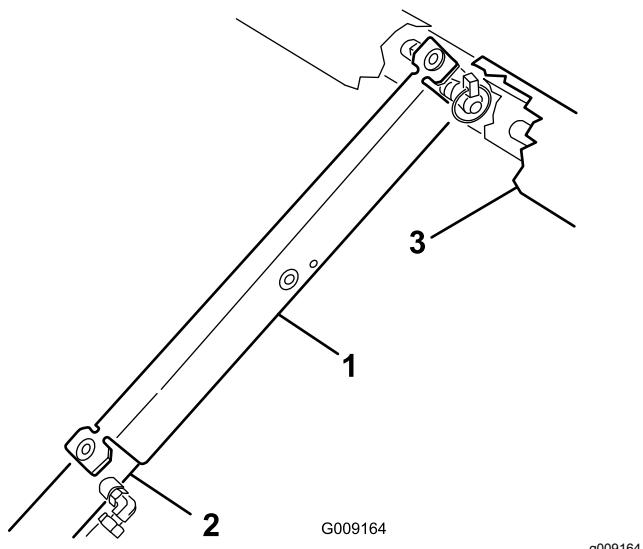

Figura 89
8. Introduza o apoio da plataforma na haste do cilindro, assegurando que as linguetas encostam à extremidade do cilindro e à extremidade da haste do cilindro de elevação (Figura 89).